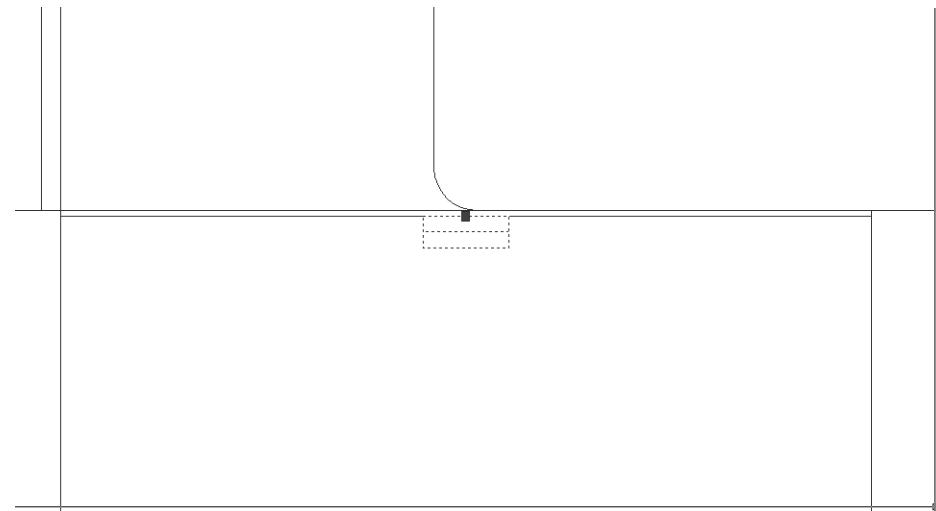

Рис. 7.36 ▼ Чертеж ручки вставлен из файла в виде ссылки на блок **Ручка**
- Вставьте появившийся возле указателя-перекрестья блок на место предыдущего чертежа ручки (рис. 7.36).